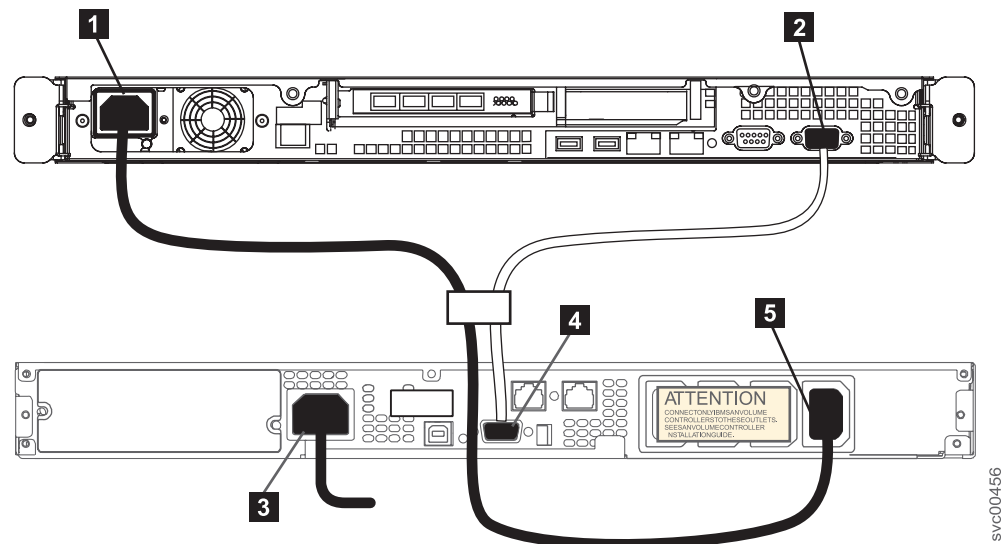

図 27. SAN ボリューム・コントローラー 2145-8A4の電源ケーブルを 2145 UPS-1Uに接続します。
1. SAN ボリューム・コントローラー 2145-8A4ノードの背面で、図 27に示すように、電源/シリアル複合ケーブルの電源ケーブルを電源コネクター **1** に差し込んでください。